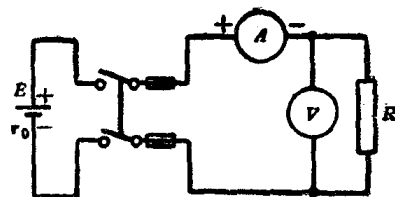

图 2-3
5. 经教师检查实验结果后, 将线路图改接如图 2-3 (只要将分压器电阻拆去即可), 并请教师检查。
2. 电源内电阻测量 (图 2-3 线路):